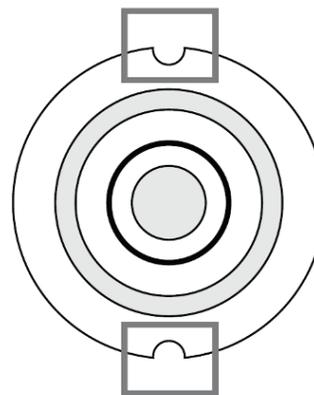

Figure 2.
- Trouver le repère du joint à rotule. Il peut s'agir d'un trou, d'un cran, d'un taquet, d'une encoche ou d'une flèche. **Voir la Figure 2.**